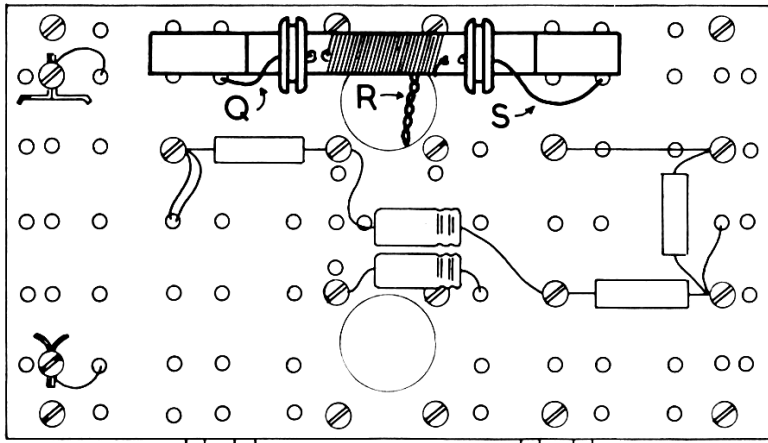

Fig. B42
32. Nu kunnen we de spoel aansluiten. Steek daartoe de aansluitdraden, die in fig. B42 en B43 zijn gemerkt met de letters Q, R en S, door de gaten in de bruine isolatieplaat en zet ze vast in de klemmen zoals fig. B43 aangeeft. Desgewenst kan draad S wat worden ingekort (denk aan het verwijderen van de bruine isolatie).